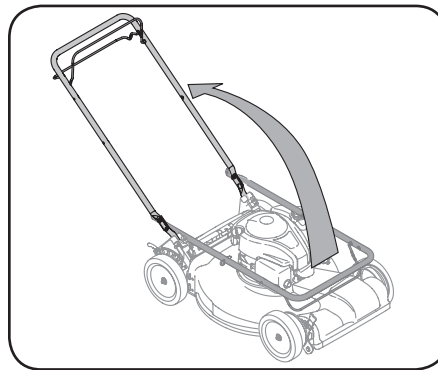

Figure 2-2
3. Stabilisez la tondeuse pour qu'elle ne bouge pas, puis relevez le guidon supérieur, comme à la Figure 2-2. Ne pincez pas le câble en redressant le guidon.